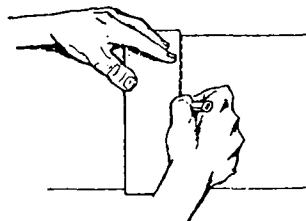

FIG. 2
3.º Passo – Trace o contorno do tubo (fig. 2).